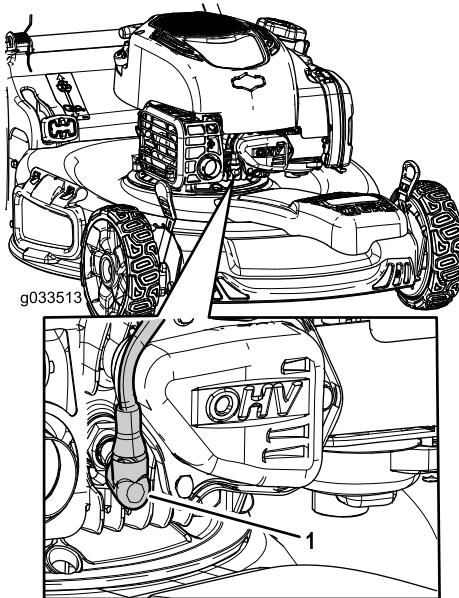

Рисунок 23
- Отсоедините провод от свечи зажигания (Рисунок 23).